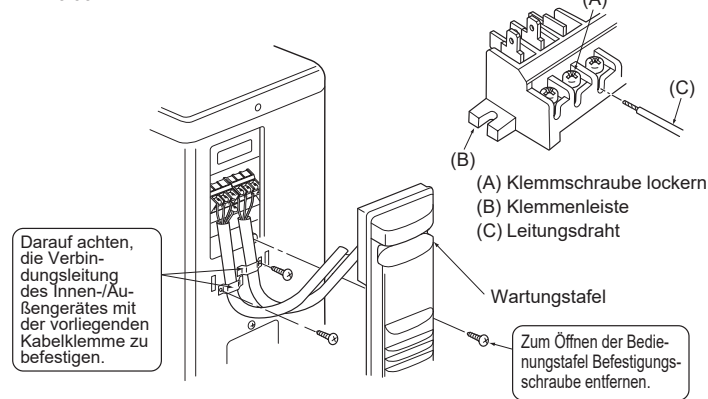

Abb. 6-3
6.1. Außeneinheit (Abb. 6-1, Abb. 6-2, Abb. 6-3, Abb. 6-4, Abb. 6-5)